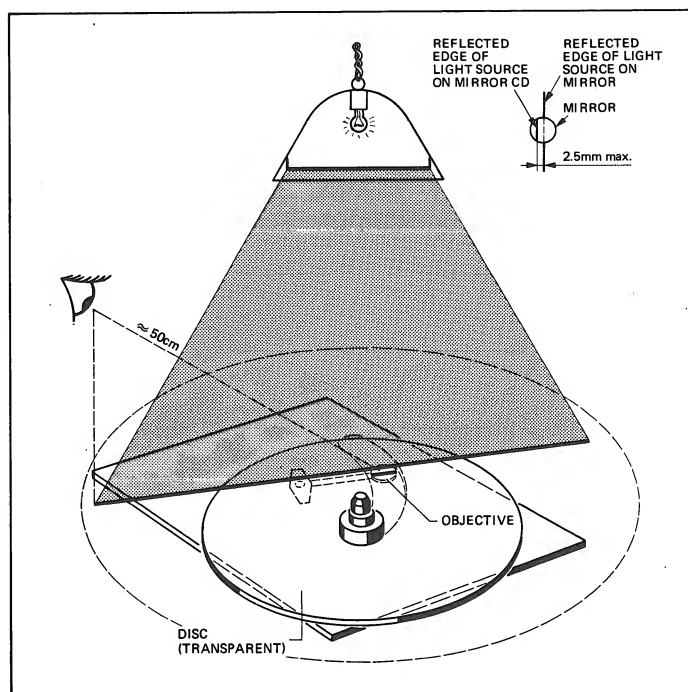
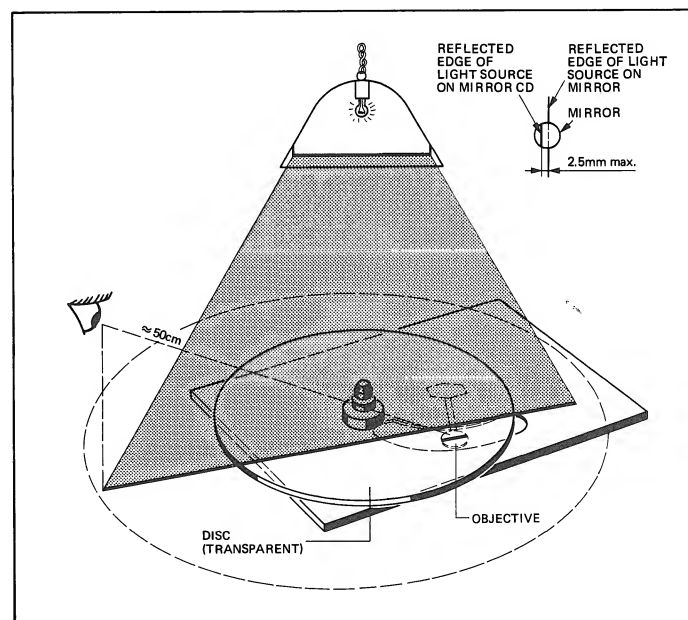

Fig. 4.11
Fig. 4.12
-&gt; Fig. 4.11 / Fig. 4.12
- Beim Betrachten der beiden Schattenlinien auf der Glas-CD und auf dem Spiegel (Fig. 4.11) darf deren seitlicher Versatz nicht mehr als 2,5 mm betragen.
- Laufwerk so aufstellen, dass die Schattenlinie senkrecht zum Abtastarm, aber durchs Zentrum des Spiegels auf der Laser-Optik verläuft. (Fig. 4.12)